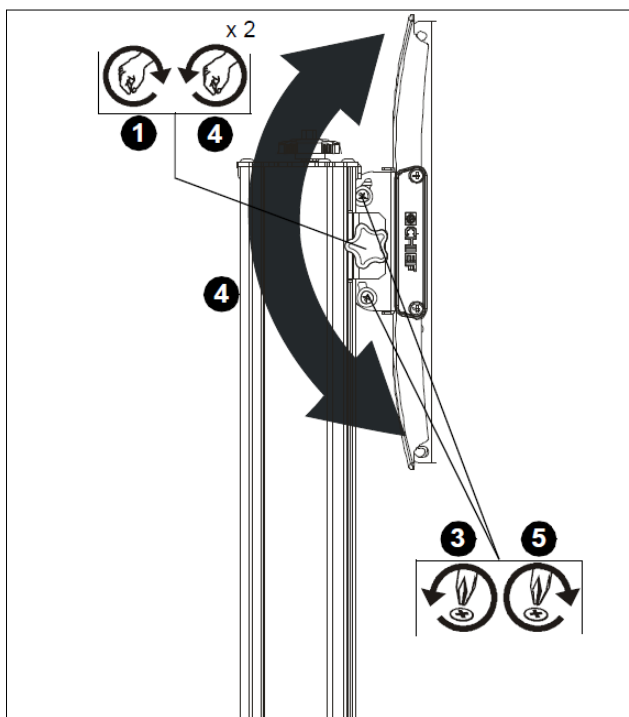

図 19
4.ヘッドアセンブリの両側にある2つの固定つまみを締めます。（図 19 を参照）
（図 19 を参照）
6.ピッチ調整ネジを緩めてピッチを調整します。（図 19 を参照）
7.ピッチを調節します。（図 19 を参照）